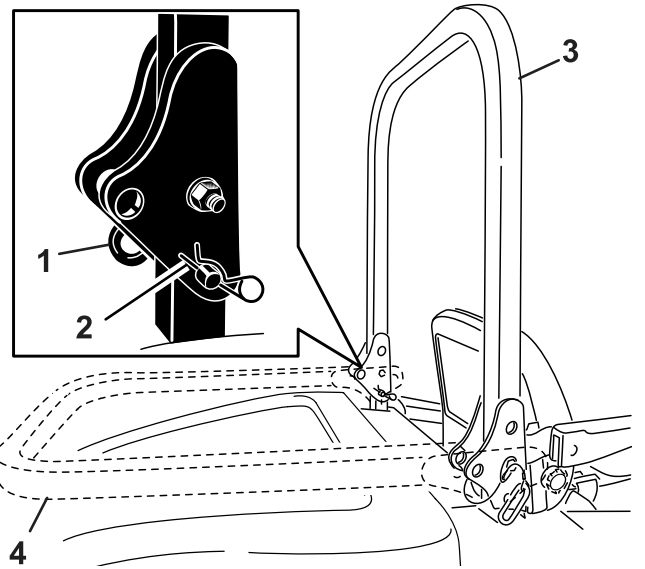

Figura 20
- Con la barra antivuelco en la posición elevada, retire las chavetas y los 2 pasadores (Figura 20).